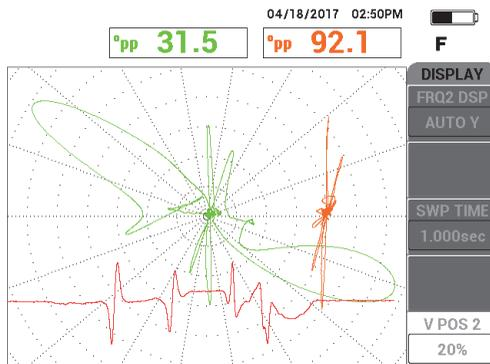

Рис. 5-208 Отображение ВСЕ-В-1 при размещении опорного кольца на расстоянии 3,2 мм от очага коррозии 75 %
- Результат сканирования представлен на Рис. 5-208 на стр. 291.